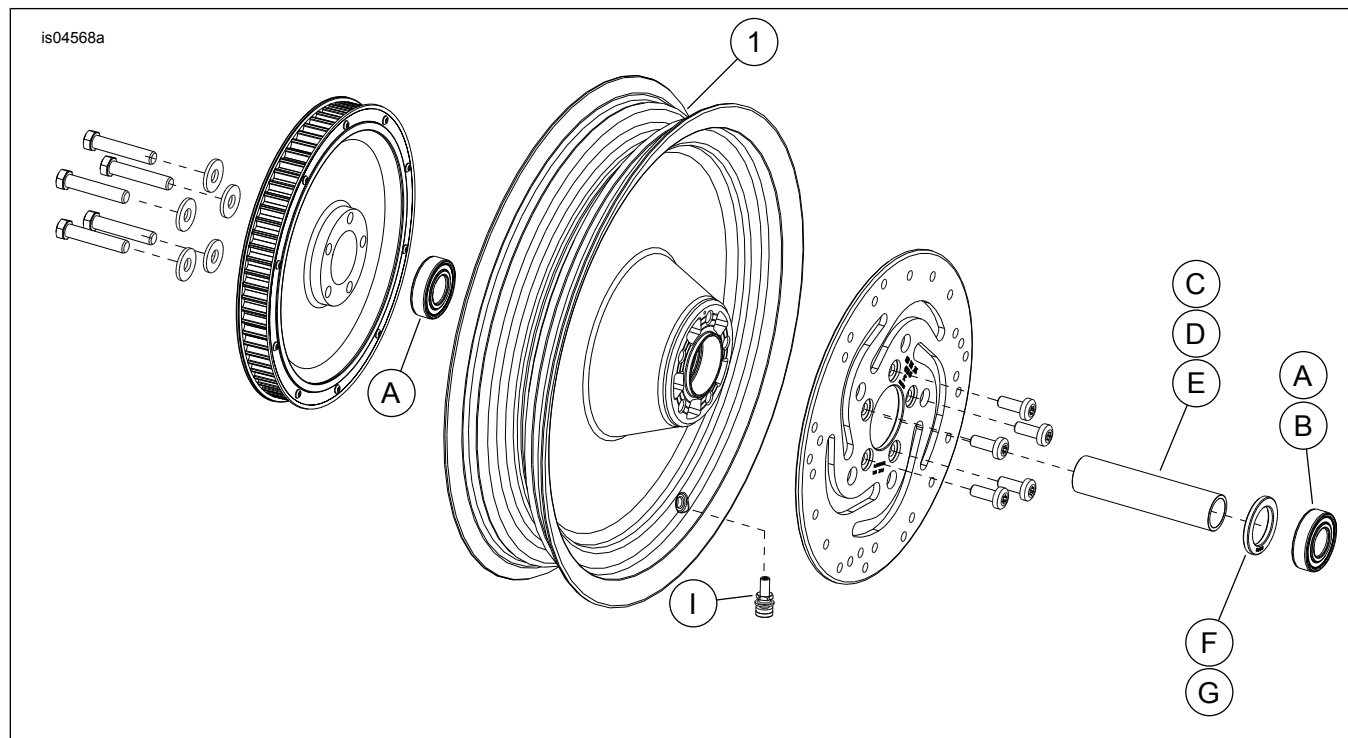

Figura 1. Peças de reposição: Roda traseira com disco (16 pol. mostrada)
Veja Figura 1 e Tabela 2
2. Veja Figura 1. Instale o conjunto da haste de válvula (I) na roda. Consulte PNEUS no Manual de serviço.